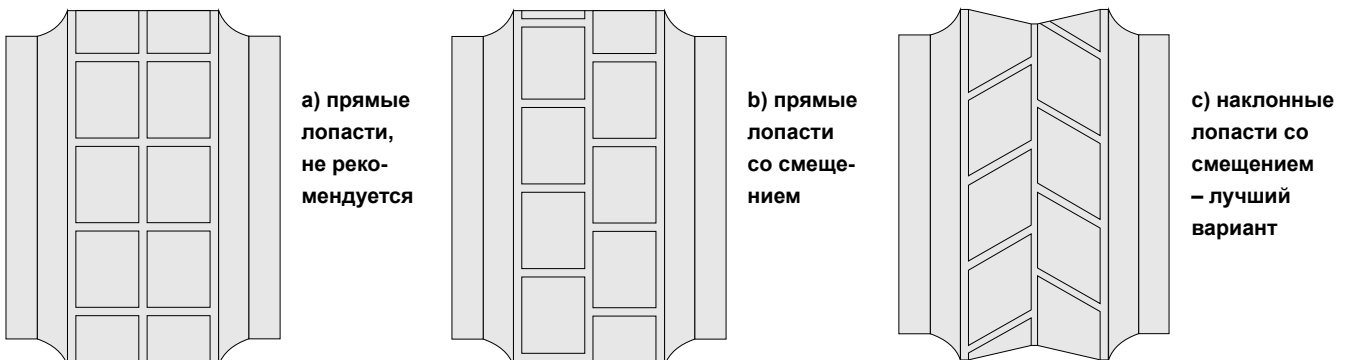

Рис. 5. Варианты лопастей рабочего колеса
b) Форма лопастей колеса. Рис. 5 показывает различные варианты лопастей. В случае рис. 5а, кромка прямых, не смещенных друг относительно друга лопастей, проходит водорез всей своей шириной сразу, амплитуда импульса существенно больше, чем в другом случае, когда лопасти смещены или скошены и смещены одновременно, Рис. 5с.